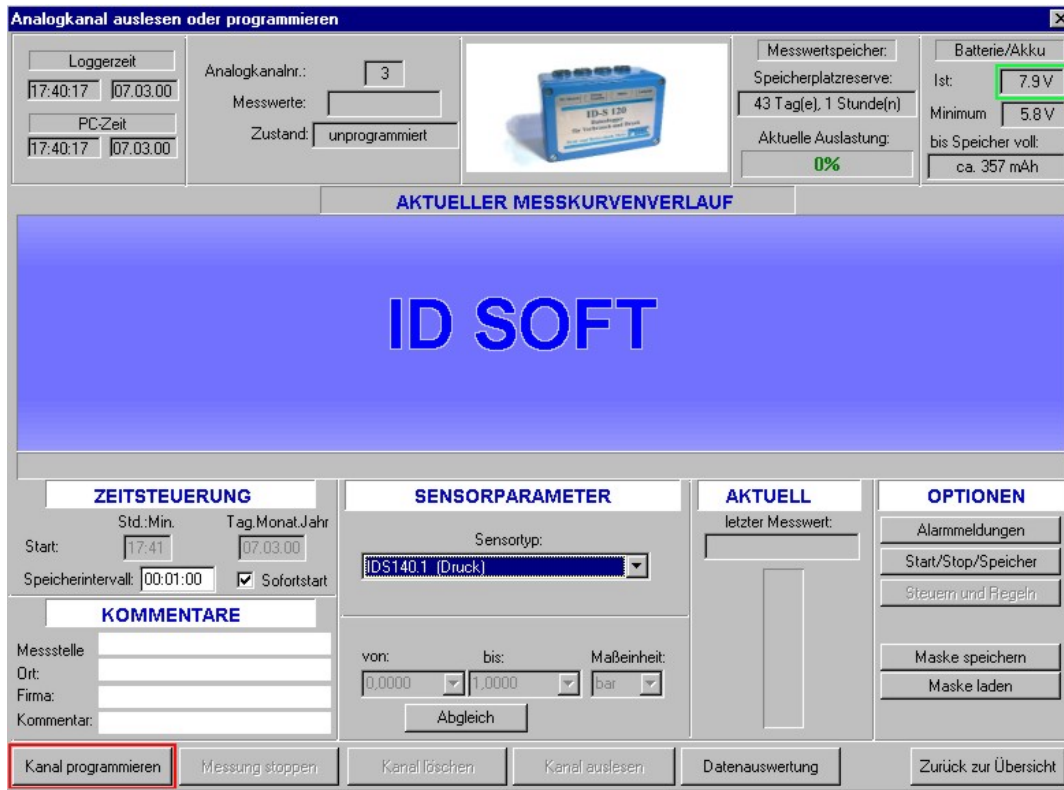

Abbildung 18 Programmier- und Auslesemenü, dieser Analogkanal wurde noch nicht programmiert
Abbildung 18 zeigt die Ansicht des Programmier- und Auslesemenüs nach erstem Aufruf.
- Nach einem Klick auf OK wird der Abgleich automatisch vorgenommen. Die Einstellungen in den von-bis Feldern (Abbildung 18) werden geändert.